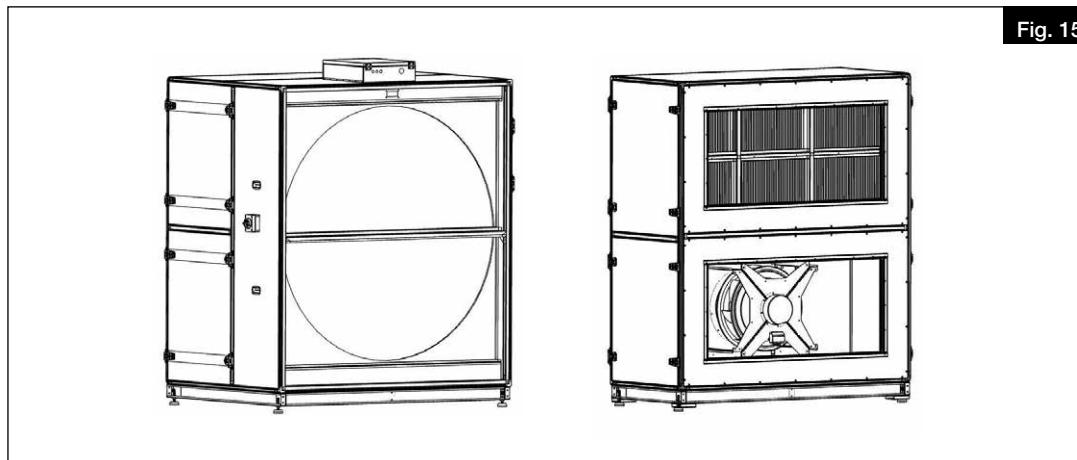

Fig. 15
1. Avant le montage des modules, un joint doit être placé entre les modules adjacents (voir Fig. 15).